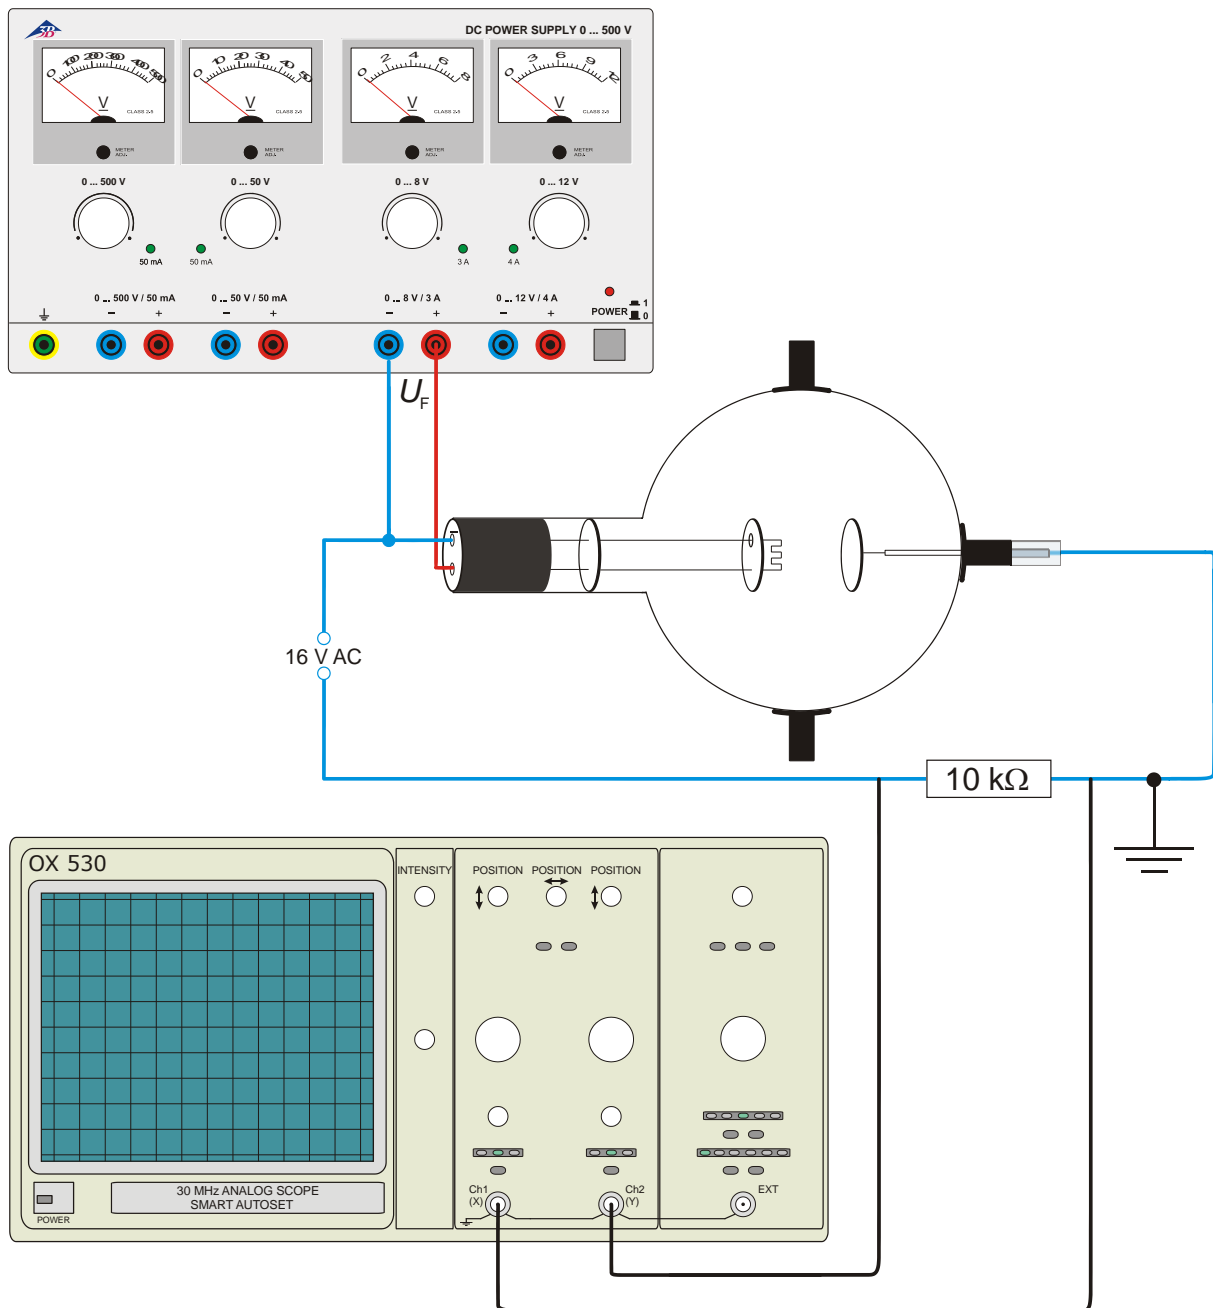

Fig. 3 Il diodo come raddrizzatore
- Montaggio come illustrato in Fig. 3 con $U_F = 6,3 \text{ V}$ e $U_A = 16 \text{ V CA}$.